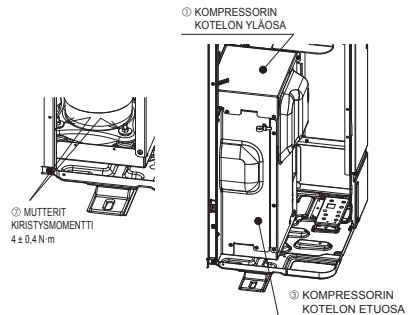

Fig. 4-2
- Kun kompressorin kiinnitysosat on irrotettu, muista kiristaa mutterit ja palauta kompressorin kotelo ylaosa ja etuosa takaisin alkuperaiseen tilaansa. (Fig. 4-2)